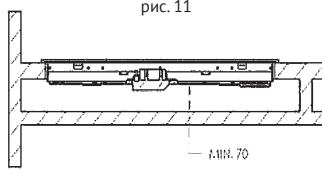

рис. 12
- Чтобы предотвратить случайное прикосновение к горячей нижней поверхности варочной панели во время ее использования, необходимо установить деревянные вставки и закрепить их винтами на расстоянии не менее 70 мм от верха (см. Рис. 12)